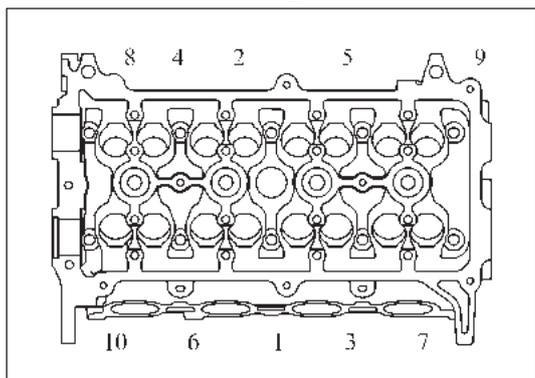
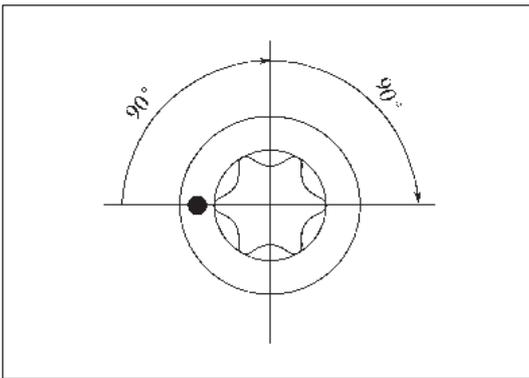

Рис. 12-3-41. Затяжка болтов крепления головки блока цилиндров
Рис. 12-3-42. Затяжка болтов головки блока цилиндров
- ① Равномерно затянуть 10 болтов головки блока цилиндров (M9×144) на верхней части блока цилиндров. Затяжку проводить в несколько проходов в порядке, указанном на рис. 12-3-41.
- ② Краской пометить болты со стороны передней части головки блока цилиндров.
- ③ Затянуть болты головки цилиндров на 90°, как указано на рис. 12-3-42, соблюдая последовательность, указанную на рис. 12-3-41.
- ④ Затянуть болты головки цилиндров еще на 90°, как указано на рис. 12-3-42, соблюдая последовательность, указанную на рис. 12-3-41.
- ⑤ Убедиться в том, что метки на головках болтов головки цилиндров обращены назад.
- (4) Установка распределительных валов впускных и выпускных клапанов